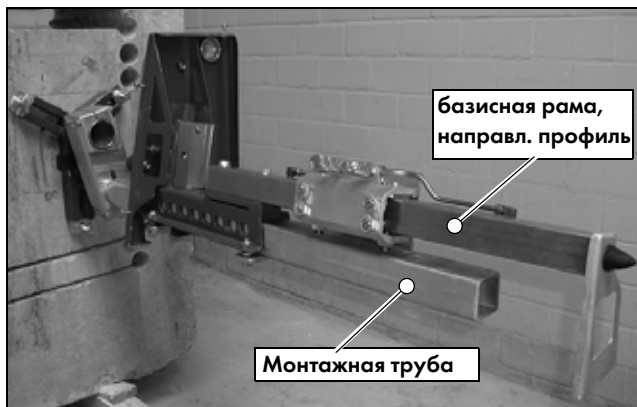
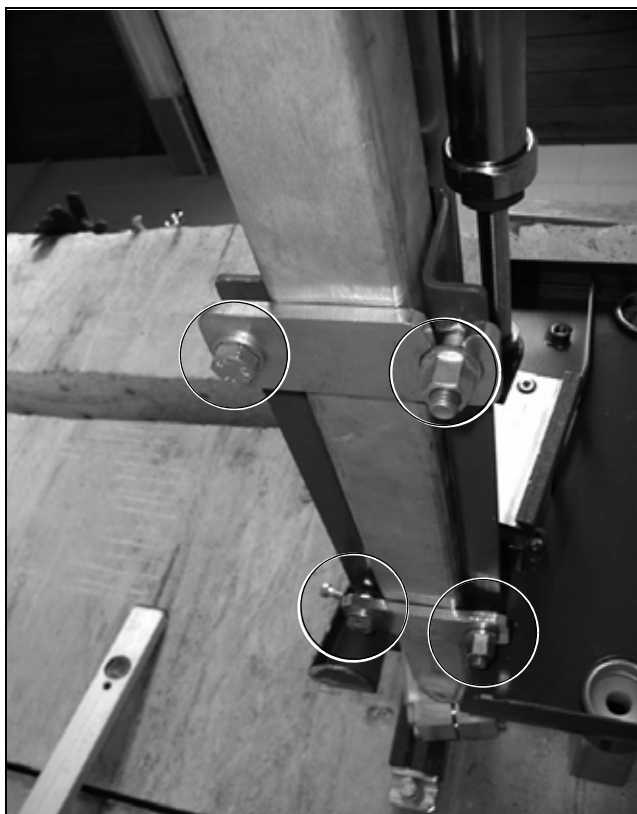

Рис. 5.6 CSA•100 базисная рама насажена на монтажную трубу (шарнирная подножка, четырехгранная труба)
Рис. 5.7 Крепежные-, зажимные винты на базисной раме CSA•100 (на монтажной трубе)
1. Наденьте базисную раму CSA•100 на монтажную трубу (Рис. 5.6 и 5.7)! Надежно затяните зажимные винты (Рис. 5.7)!